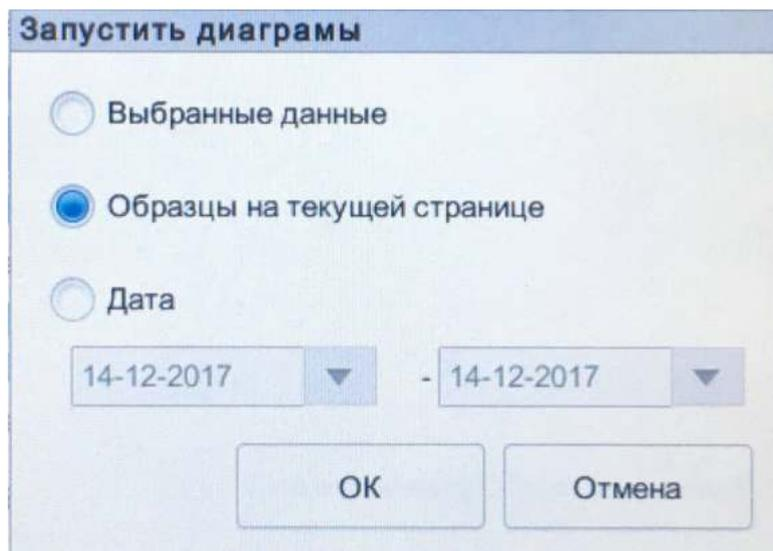

Рис. 6-22 Просмотр диаграмм для проб текущей страницы
f. Нажмите кнопку **Запустить диаграммы** и выберите **Образцы на текущей странице** из диалогового окна (Рис. 6-22):
- i. Нажмите кнопку **Запустить диаграммы** и выберите **Дата** из диалогового окна (Рис. 6-22):